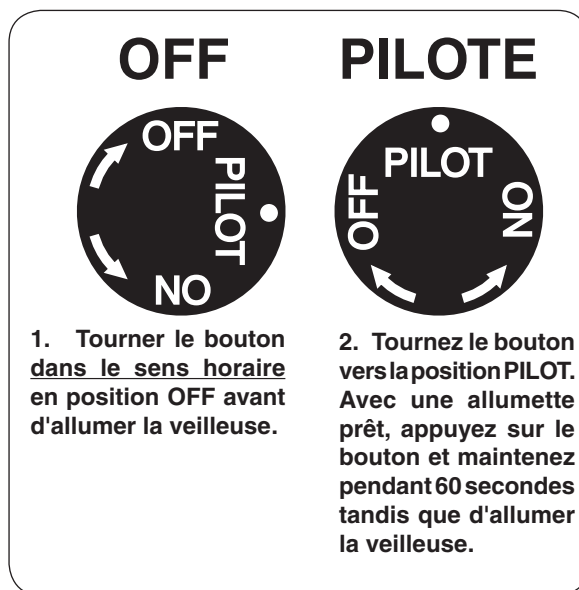

Fig. 26-1 Détail bouton de commande (OFF, PILOTE)
1. Localiser la vanne sur le côté gauche de l'appareil. Appuyer sur le bouton de contrôle du gaz et tourner dans le sens horaire en position **OFF** (Fig. 26-1).
2. Tournez le bouton de réglage dans le sens antihoraire pour **PILOTE** (Fig. 26-1). Appuyez sur le bouton de commande **fermement et pleinement** enfoncée. Tenir un long match de cheminée ou un briquet à proximité du thermocouple pour allumer la veilleuse. Continuez à tenir le bouton de commande pendant environ 60 secondes après que le pilote est allumé, puis relâchez le bouton. Le pilote reste allumé.